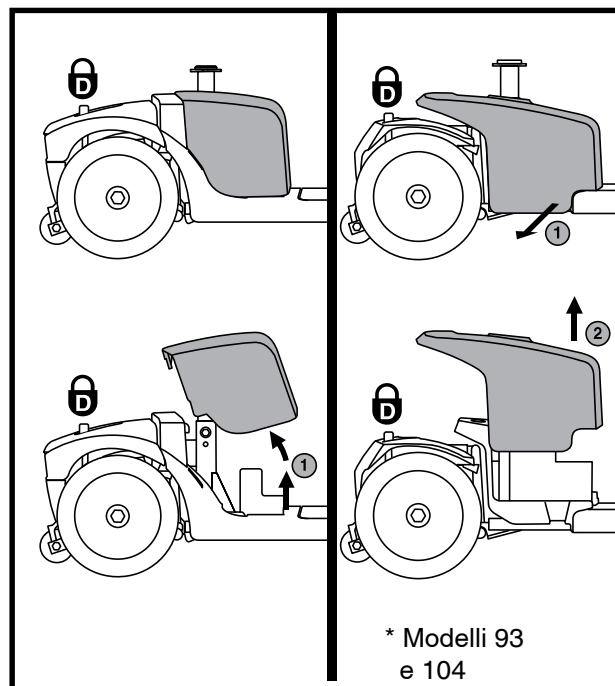

Figura 13. Montaggio e rimozione della scocca delle batterie
1. Rimuovere il sedile e la scocca posteriore. Vedere figura 13.